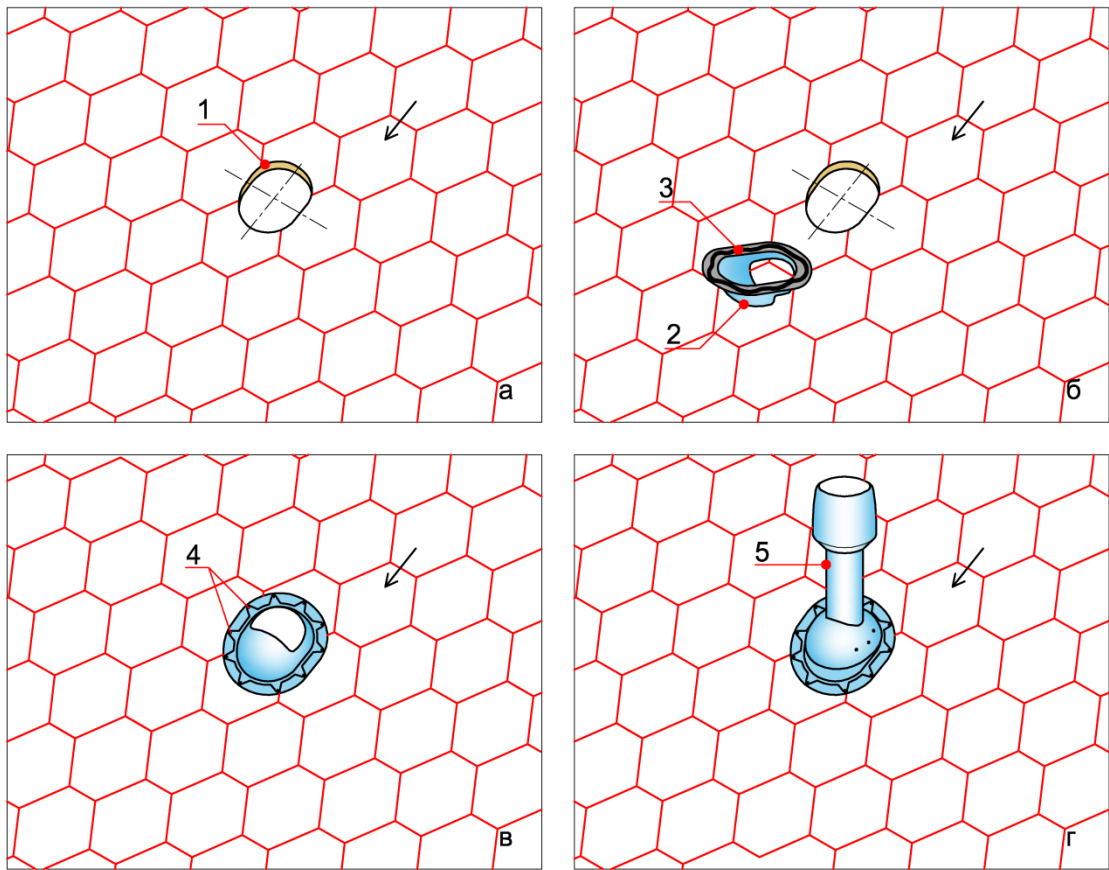

Рис. 8
- на установленный фланец монтируют необходимый кровельный выход, который крепят саморезами к верхней части фланца (**Рис. 8**).